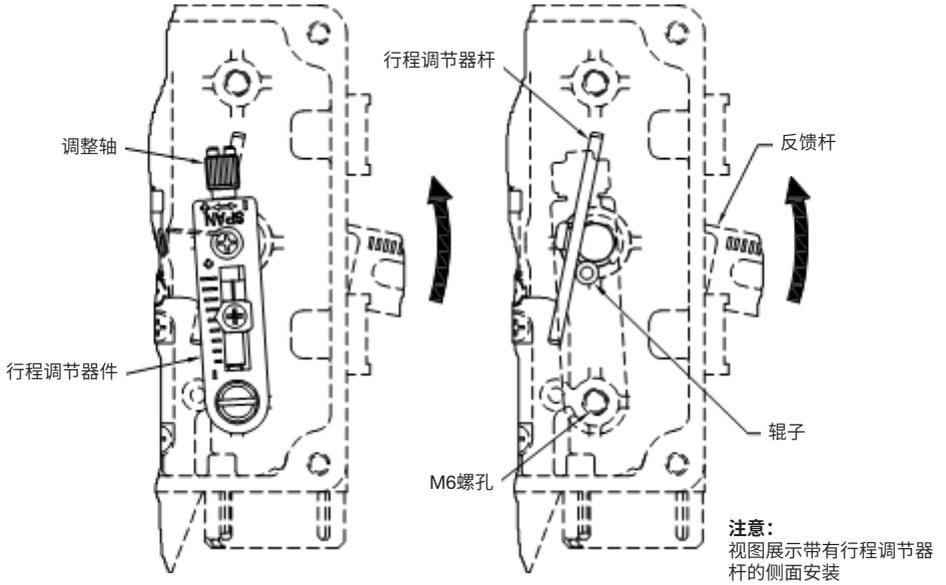

图17 行程调节器件安装 (侧面安装 = 反作用, 中间安装 = 正作用)
- 中间安装** - 如果在输入信号增强时执行器轴向下移动, 装配“行程调节器件”至类似下图17所示的下部M6螺孔 (反作用)。
- 中间安装** - 如果在输入信号增强时执行器轴向上移动, 装配“行程调节器件”至类似下图17所示的上部M6螺孔 (反作用)。